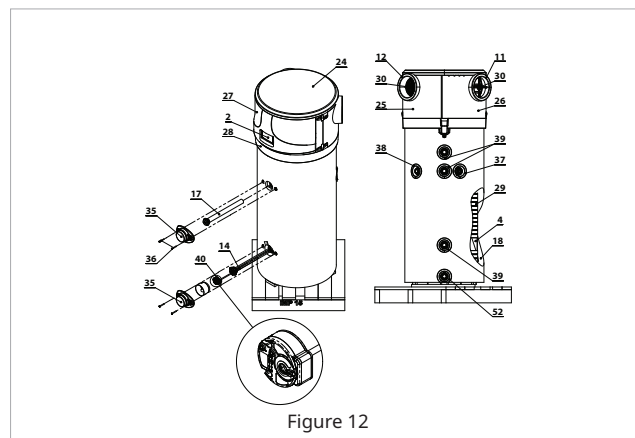

Figure 12
- Retirer le couvercle en plastique (35) en dévissant les vis de verrouillage appropriées (n° 36, Figure 12).
- Réinitialiser manuellement le thermostat de sécurité (40) en appuyant sur le bouton comme indiqué (Figure 12).